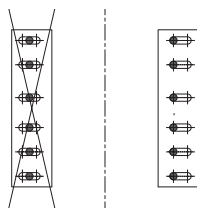

Imagen 24 - Montaje de pernos
- Los pernos deben montarse en la esquina de los agujeros (Imagen 24).